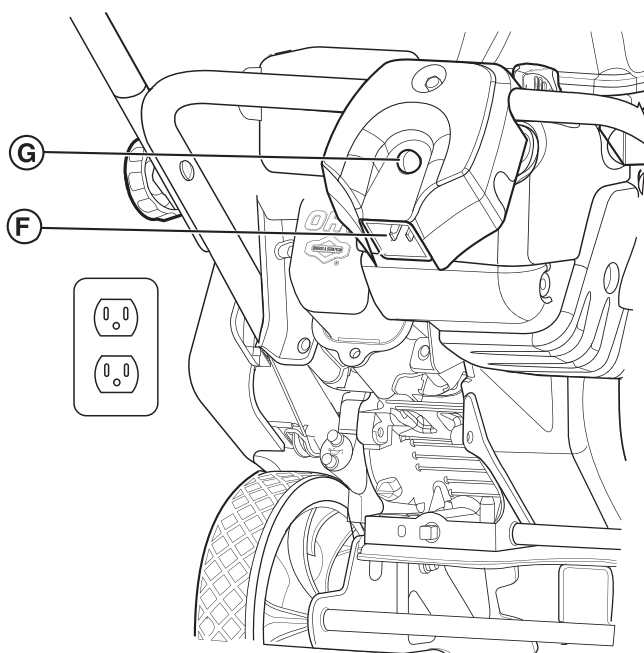

Рис. 7
5. **Модели с электростартом** (если установлен): присоедините удлинительный шнур, если он входит в комплектацию вашей модели, к корпусу стартера (F, Рис. 7) на двигателе, а затем включите шнур в розетку. Нажмите на кнопку включения стартера (G). После того как двигатель запустится, отсоедините удлинительный шнур от настенной розетки сети электропитания, а затем от стартера.